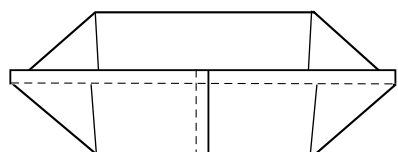

Рис.2
- биги расположены параллельно (рис. 2)